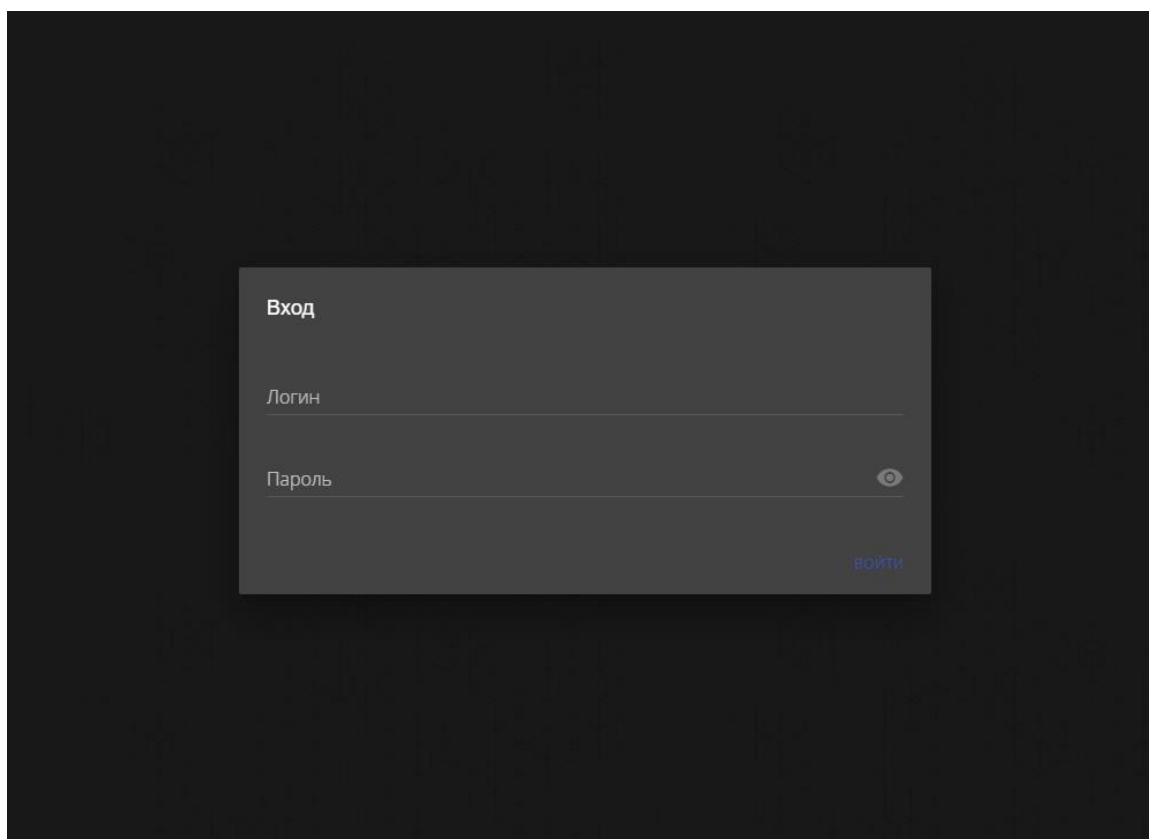

Рисунок 3.2 — Общий вид экрана авторизации
- Авторизоваться путем введения персонального пароля на дисплее СПУ (рис. 3.2), либо при помощи идентификационной смарт-карты;